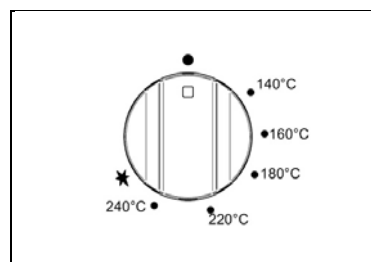
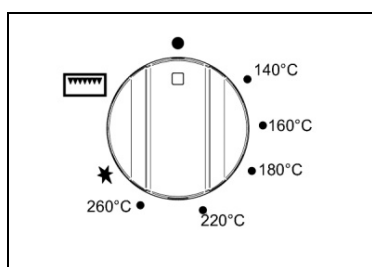
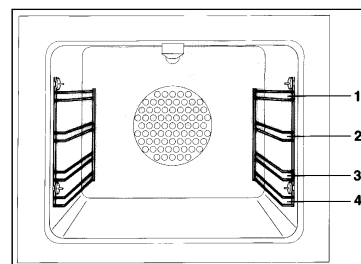

Fig 23A
Fig 24A
Fig 24C
- **Accensione manuale:**(sempre possibile anche in mancanza di energia elettrica) : Per effettuare l'accensione aprire la porta forno e ruotare la manopola fino a far corrispondere i 260°C della scala con l'indice(**Fig.23A-23B** per forno ibrido e **Fig.24A-24B** per il modello GEV). Contemporaneamente avvicinare un fiammifero acceso al tubino dell'accensione visibile sul piano forno (**Fig.24C**). Quindi premere la manopola del termostato (in questo modo comincia il passaggio del gas) e tenerlo premuto, dopo l'accensione completa del bruciatore, per 10 secondi. Rilasciare la manopola e controllare che il bruciatore rimanga acceso, altrimenti ripetere l'operazione.
Il forno è dotato di 4 guide a differenti altezze (**Fig. 24C**), nelle quali possono essere inserite indifferentemente le griglie o il vassoio. Per evitare di sporcare eccessivamente il forno si consiglia di cuocere la carne o sul vassoio o sulla griglia che va inserita dentro il vassoio. Nella tabella sotto riportata sono indicati i tempi di cottura e la posizione del vassoio indicativi per i diversi tipi di alimenti. L'esperienza personale suggerirà successivamente eventuali variazioni ai valori riportati in tabella. Si consiglia comunque di seguire le indicazioni della ricetta che intendete realizzare.